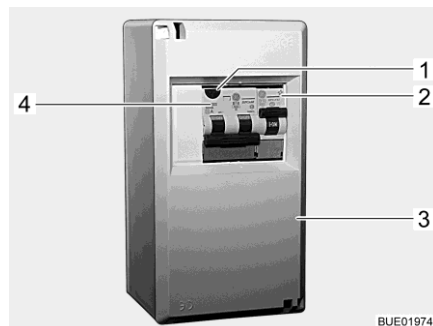

Bild 200 230-V-Sicherungskasten
Ein kombinierter Fehlerstrom-/Leitungsschutzschalter (Bild 200,4) im Sicherungskasten (Bild 200,3) sichert das gesamte Fahrzeug gegen Fehlerstrom (0,03 A) ab.
Bei Fahrzeugen mit Sonderausstattung (z. B. Klimaanlage) sichert ein zusätzlicher Leitungsschutzschalter (10 A) (Bild 200,2) das Gerät ab.
- Wenn das Fahrzeug an die 230-V-Versorgung angeschlossen ist, die Prüftaste (Bild 200,1) drücken. Der Fehlerstromschutz-Schalter muss auslösen.